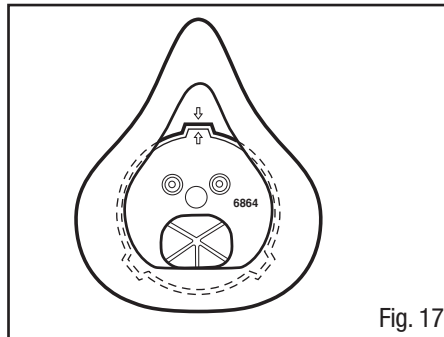

Fig. 17
2. Pour replacer, positionner l'ensemble coquille nasale sur les flèches d'alignement de l'adaptateur central (Fig. 17).
- Replacer l'ensemble coquille nasale (Fig. 17).